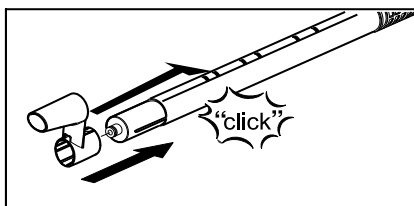

Figure 1
- ➔ Tout en maintenant la touche de déverrouillage enfoncée, faire glisser le crochet de rangement (D3) le long d'un tube de rallonge(D1) jusqu'au deuxième cran en partant du bas. Lorsque la touche de déverrouillage est relâchée, le crochet doit s'enclencher (voir Figure 1).